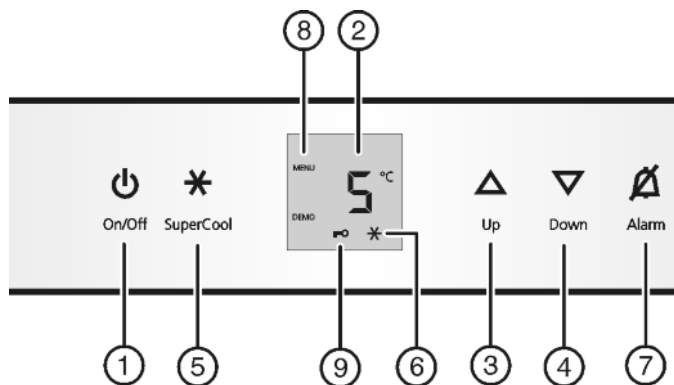

Fig. 2
- ▶ Apăsați tasta On/Off Fig. 2 (1).
- ▶ Activarea modului de reglare: Apăsați tasta SuperCool Fig. 2 (5) timp de cca. 5 s.
- ▶ Apăsați scurt tasta SuperCool Fig. 2 (5) pentru confirmare.
- ▶ Pentru a porni protecția pentru copii apăsați scurt tasta SuperCool Fig. 2 (5).
- ▷ Simbolul protecției pentru copii Fig. 2 (9) se aprinde. Pe afișaj se aprinde intermitent **c**.
- ▶ Pentru a opri protecția pentru copii apăsați scurt tasta SuperCool Fig. 2 (5).
- ▷ Simbolul protecției pentru copii Fig. 2 (9) se stinge. Pe afișaj se aprinde intermitent **c**.
- ▶ Dezactivarea modului de reglare: Apăsați tasta On/Off Fig. 2 (1).
- ▶ Apăsați tasta Alarm Fig. 2 (7).
- ▶ Creșterea temperaturii: Apăsăți tasta de reglare Up Fig. 2 (3).
- ▶ Reducerea temperaturii: Apăsăți tasta de reglare Down Fig. 2 (4).
- ▶ Apăsăți scurt tasta SuperCool Fig. 2 (5).
- ▷ Simbolul SuperCool Fig. 2 (6) se aprinde pe afișaj.
- ▷ Simbolul SuperCool Fig. 2 (6) se stinge pe afișaj.